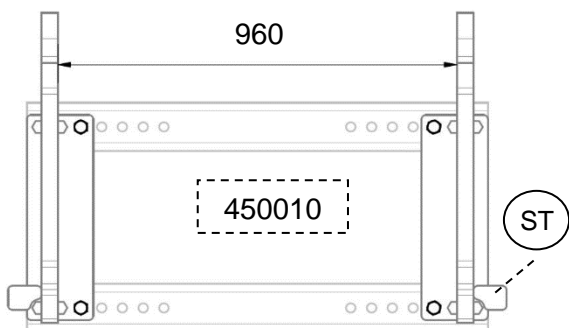

Bild.7.1
Det är viktig att behålla C-C mått (se Bild.7.1...7.8) vid montering av redskapsfästen. Placering av stopplack (ST) är också viktig del av montering.